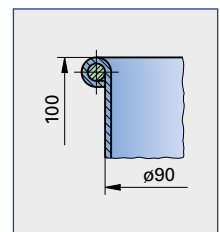

Bild 4
4. Als alternative Randversteifung wird eine Drahteinlage verwendet (**Bild 4**).